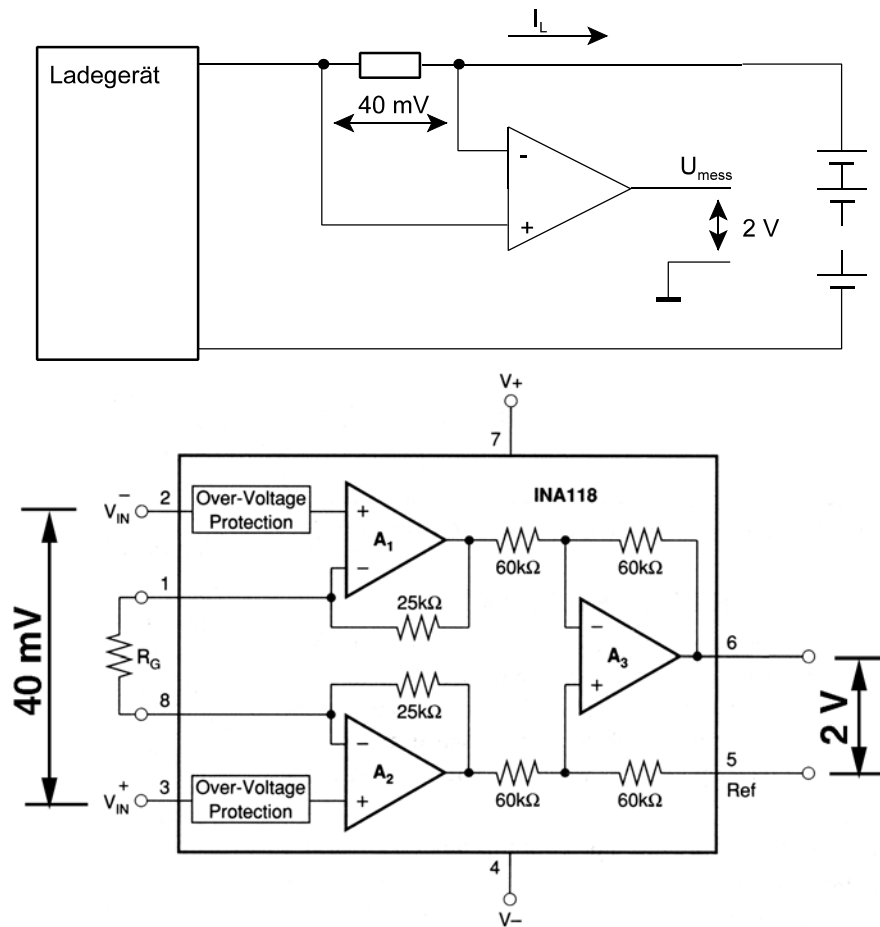

Abb. 7 Schaltung zur Ladestromüberwachung. Darunter ein Differenzmeßverstärker (Quelle: Burr-Brown / Texas Instruments)
24. Es ist der von einem Ladegerät in einen Akku hineinfließende Strom zu überwachen (Abb. 7). Hierzu verwenden wir einen Differenzmeßverstärker. Beschalten Sie den dargestellten Typ so, daß sich bei einer Eingangsdifferenzspannung von 40 mV eine Ausgangsspannung von 2 V ergibt.
25. Ergänzen Sie die Anordnung von Abb. 7 um eine Überwachungsschaltung, die zwei LEDs ansteuert: eine grüne, wenn die Meßspannung U_{mess} 2,1 V überschreitet und eine rote, wenn U_{mess} 0,7 V unterschreitet (nur Prinzipschaltung, keine Dimensionierung). Lösen Sie hierbei das Problem, die beiden genannte Referenzspannungen mit einfachen Mitteln bereitzustellen (wobei es auf Genauigkeit nicht besonders ankommt).